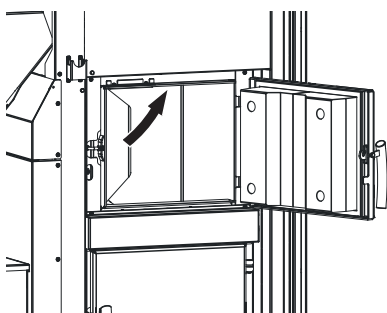
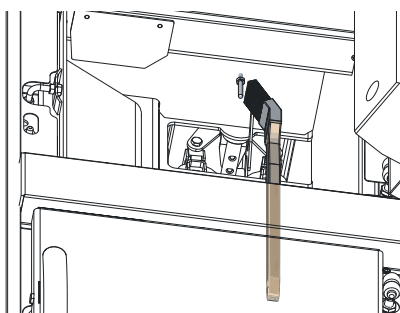

Fig. 38 Pulire la sonda Thermocontrol
Fig. 39 Pulire la sonda Thermocontrol
- All'occorrenza, rimuovere la cenere volatile dalla sonda Thermocontrol per mezzo di un pennello. La sonda Thermocontrol si trova nella camera di combustione – Fig. 38, Fig. 39.